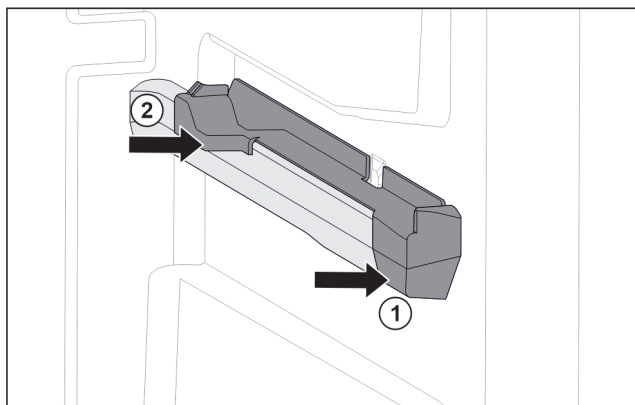

Fig. 108 Élément emboîtable sur la nervure de récipient droite
- Poser le devant de l'élément emboîtable contre la nervure de récipient. Fig. 108 (1)
- Enfoncer l'arrière de l'élément emboîtable. Fig. 108 (2)